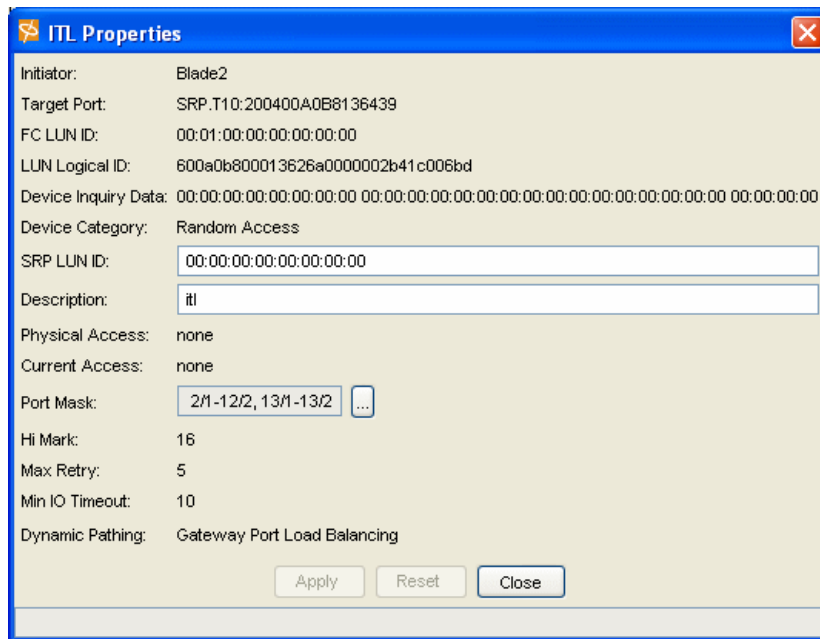

図8-4 ITL Properties
11. 図 8-4 に表示されているウィンドウで、SRP LUN ID が 00:00:00:00:00:00:00:00 であることを確認します。Windows のブートにはこの ID が必要です。Windows は 00 LUN から起動し、他の LUN からは起動しません。